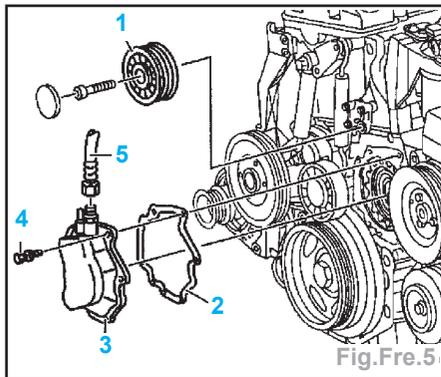

Fig.Fre.5
- le dispositif de renvoi (1) de la courroie d'accessoire (moteur 601.970) (Fig.Fre.5),
- la conduite de dépression (5) de la pompe à dépression (3),
- la pompe à dépression (3).